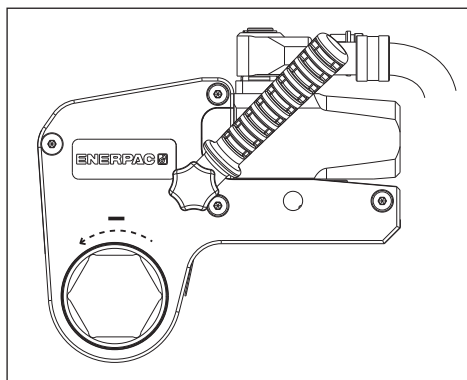

Fig. 11
4.3.3 Desapertar uma porca ou um parafuso (fig. 11 e 12)
- Posicione o braço de reação (18) contra um ponto de reação adequado (19). O ponto de reação irá suportar a força causada pela operação da ferramenta.